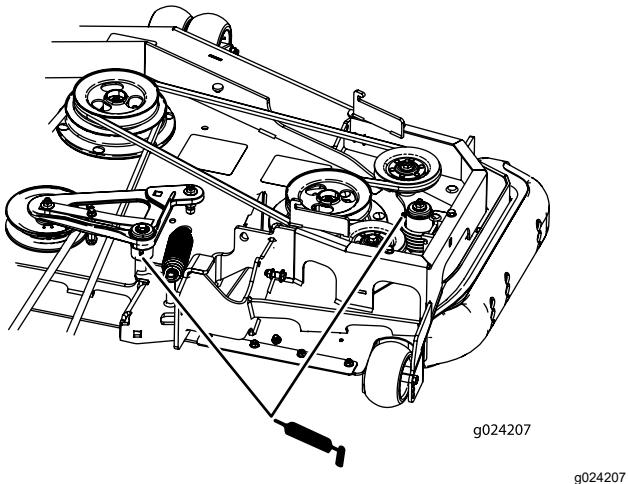

Figura 42
6. Engrase los brazos tensores de la correa de la carcasa (máquinas de descarga trasera solamente), como se muestra en la Figura 42.